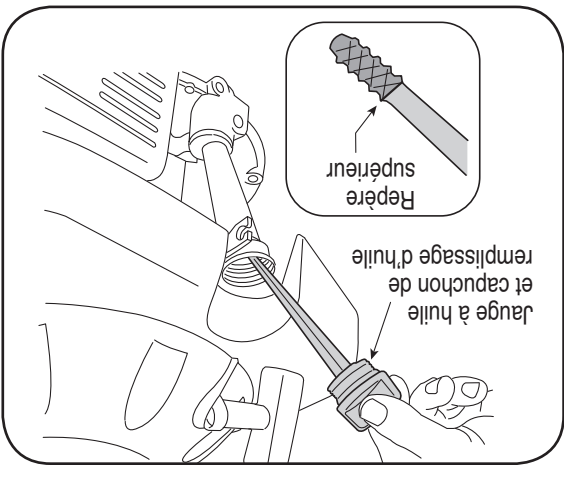

Figure 9-3
1. Enlevez le capuchon de remplissage de l'huile et essuyez la jauge à huile. Voir la Figure 9-3.
3. Si le niveau d'huile est bas, ajoutez lentement de l'huile jusqu'à la limite supérieure sur la jauge. Voir la Figure 9-3.